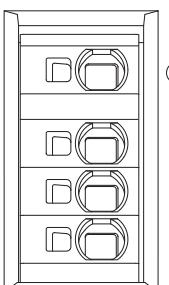

Fig. 33: Силовые клеммы (сетевые соединительные клеммы)
- Силовые клеммы (сетевые соединительные клеммы) (Fig. 33)